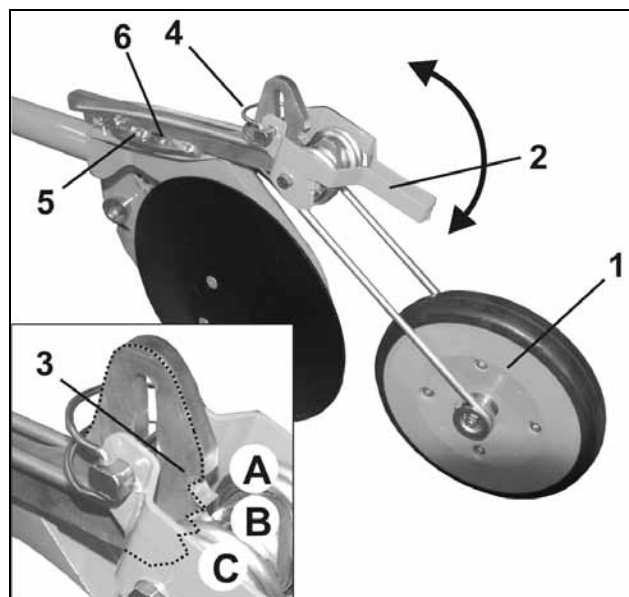

Fig. 21
La pressione del rullo pressore del seme (Fig. 21/1) ha tre regolazioni.
- Portare la leva di bloccaggio (Fig. 21/2) verso l'alto e quindi sbloccare.
Il rullo pressore può essere fissato in 3 posizioni mediante la dentatura (Fig. 21/1).
- Rimuovere la spina a scatto (Fig. 21/4).